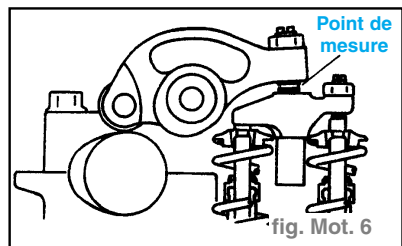

fig. Mot. 6
- Si le jeu de soupapes n'est pas conforme à la spécification, régler le jeu de soupapes. (fig. Mot. 6)
- Insérer une jauge d'épaisseur entre le culbuteur et le pont du culbuteur. (fig. Mot. 6)